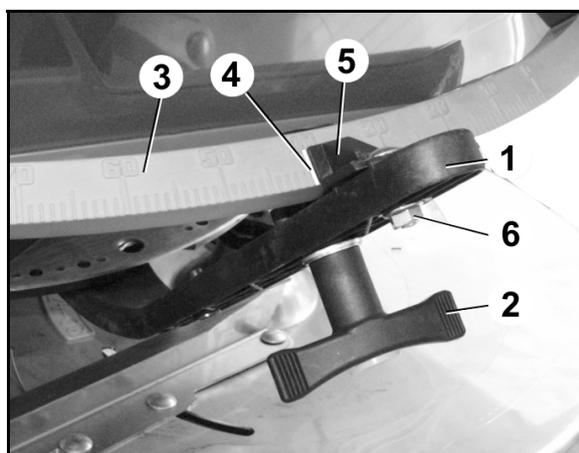

Fig. 80
2. En utilisant le levier de réglage (Fig. 80/1), ouvrez la trappe de dosage.
4. Pivotez le levier de réglage sur l'échelle graduée (Fig. 80/3) jusqu'en butée sur l'axe.
5. Bloquez le levier de réglage à l'aide de la poignée (Fig. 80/2).
6. Desserrez la vis six pans (Fig. 80/6). Alignez le repère (Fig. 80/5) sur la valeur 8 de l'échelle graduée et bloquez-le par une vis six pans. L'arête de lecture du repère est (Fig. 80/4).